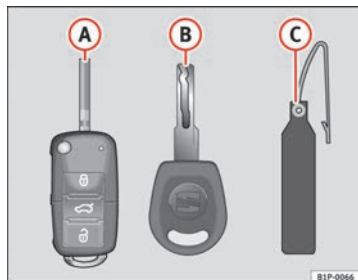

Fig. 43 Juego de llaves
- una llave con mando a distancia ⇒ fig. 43 **A**